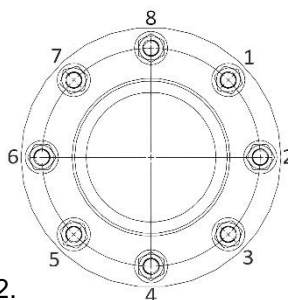

Рис. 2.
- затянуть гайки прижимного фланца (порядок затягивания гаек при стяжке фланцев указан на рис. 2).